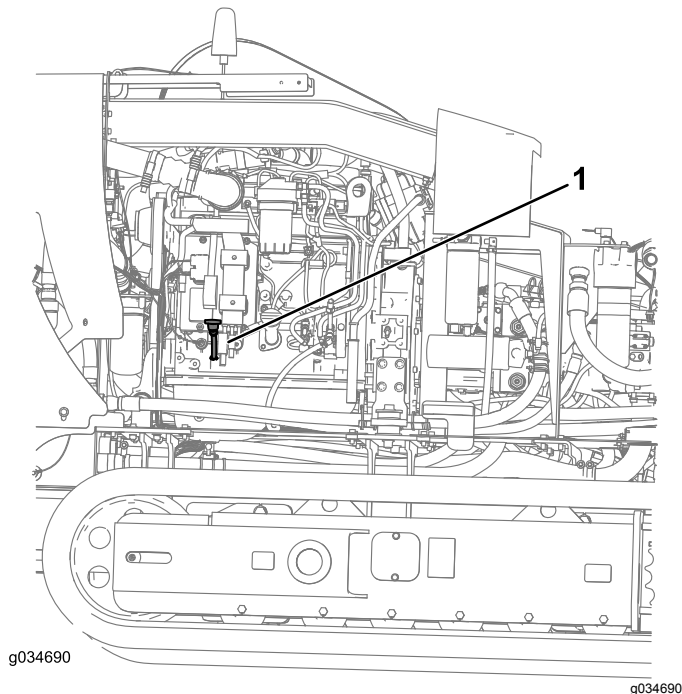

Bild 91
3. Nehmen Sie den Peilstab (Bild 91) heraus und wischen Sie ihn sauber.